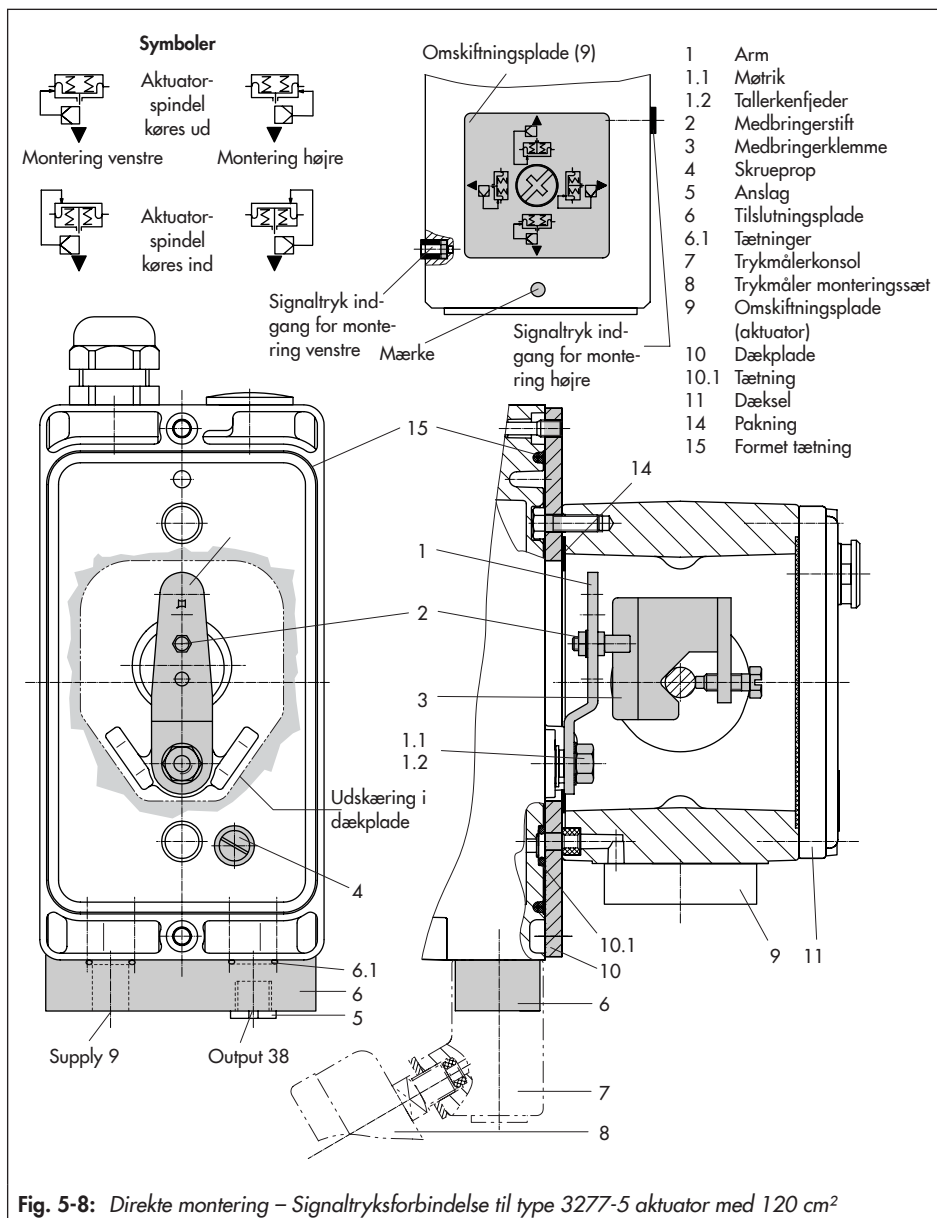

Fig. 5-8: Direkte montering – Signaltryksforbindelse til type 3277-5 aktuator med 120 cm²
- Aktuator med 120 cm² (se Fig. 5-8)
- Omskiftningspladen (9) monteres på aktuator delen afhængigt af aktuator fejlsikker handling "aktuatorspindel køres ud" eller "aktuatorspindel køres ind". Ret symbolet for montering i venstre eller højre side ind efter mærket (se Fig. 5-8, foroven).
1. Montér tilslutningspladen (6) eller trykmålerkonsollen (7) med trykmålere på positioneren. Kontrollér, at de to tætninger (6.1) sidder korrekt.
2. Fjern skrueproppen (4) bag på positioneren, og tætn signaltryks-udgangen (38) på tilslutningspladen (6) eller på trykmålerkonsollen (7) med anslaget (5) indeholdt i tilbehøret.
3. Sæt medbringerklemmen (3) på aktuatorspindlen, ret den til og spænd, så monteringskruen sidder i udsparingen på aktuatorspindlen.
4. Montér dækpladen (10) med udskeringens smalle side (Fig. 5-8 mod venstre) pegende imod signaltryk-forbindelsen. Kontrollér, at pakningen (14) vender mod aktuator delen.
5. Kontrollér medbringerstiftens (2) stiftposition på armen M (1). Se monteringsmåden i vandringstabellerne Om nødvendigt skal du ændre stiftpositionen (se afsnit 5.4).
6. Sæt den formede tætning (15) ind i udsparingen i positionerens hus (10.1) bag på huset.